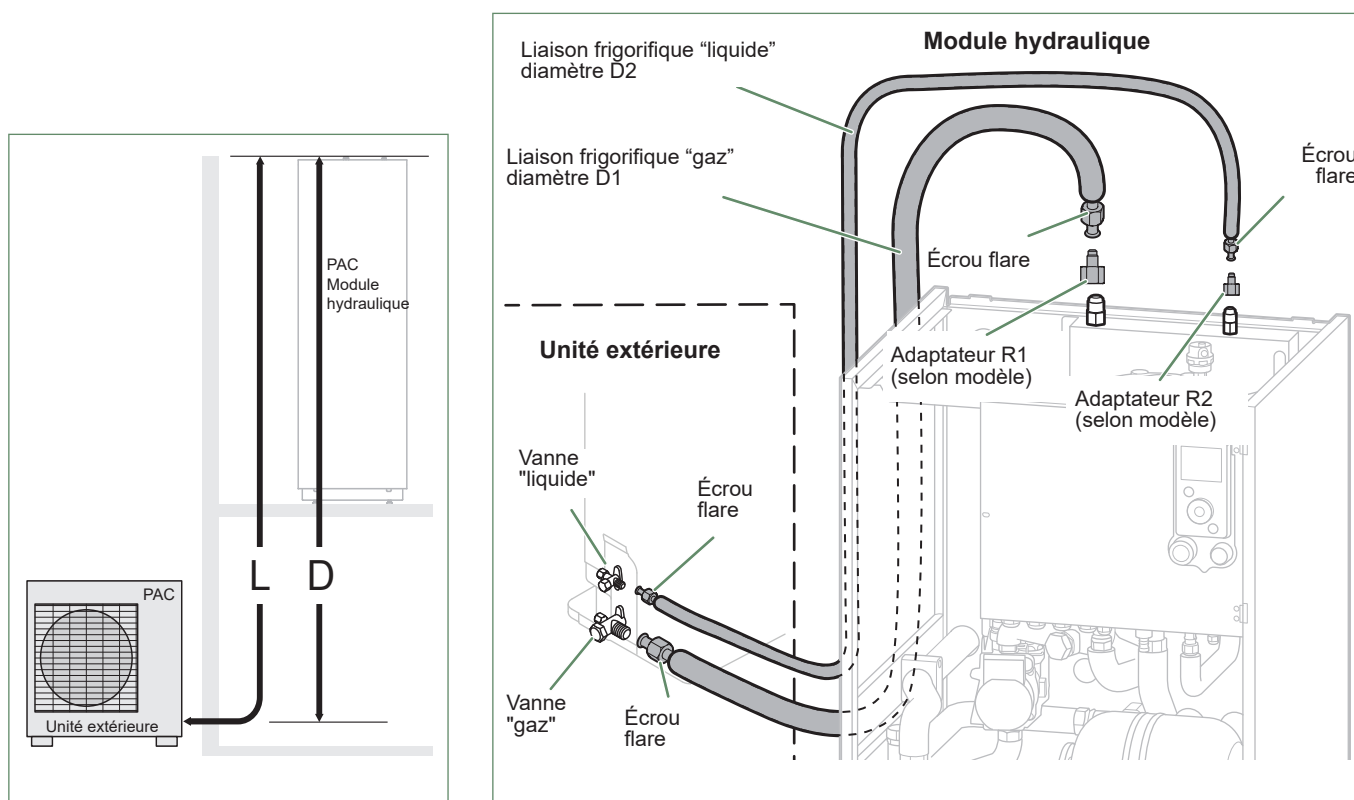

fig. 32 - Raccordement des liaisons frigorifiques (diamètres et longueurs permises)
- Suivant le cas, raccorder un adaptateur (réduction) 1/4" - 3/8" ou 1/2" - 5/8" (voir *fig. 32*).